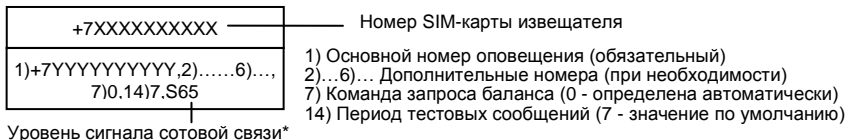

Рис.4 Пример SMS с настройками при работе только с телефонами
5. По истечении 40 секунд после последнего звонка прозвучит одиночный звуковой сигнал и извещатель перейдет в режим «Самотестирования», затем в «Дежурный» режим. Дождитесь SMS с настройками на основной телефон оповещения (рис.4). Остальные настройки Вы можете отредактировать позже (если в этом будет необходимость).
- удерживая извещатель непосредственно в выбранном месте, включите питание и дождитесь SMS с настройками и уровнем сигнала сотовой связи (рис.4);